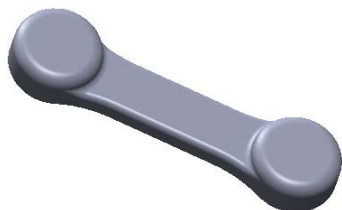

图 3.25.3 打开模型
Step1. 打开文件 D:\sw15\work\ch03.25\phone.SLDPRT，如图 3.25.3 所示。